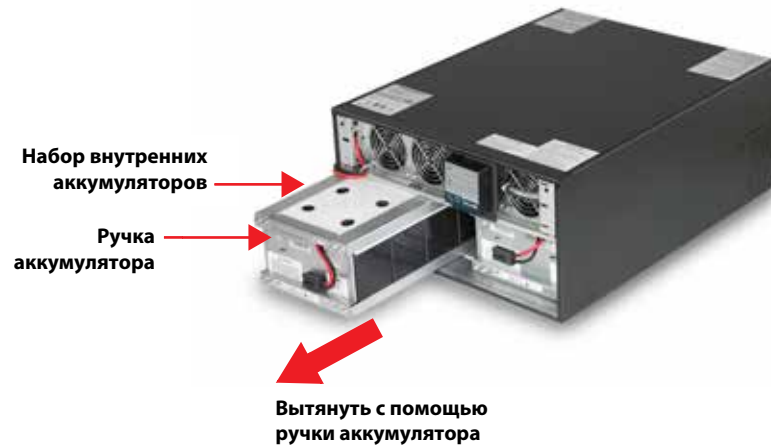

Рис. 27: Порядок извлечения аккумуляторных блоков
5. Возьмитесь за ручку аккумулятора и вытащите внутренний аккумуляторный блок аккумулятора из корпуса ИБП, как показано на рис. 27. Выполните это действие для другого аккумуляторного блока, если они заменяются совместно. В каждой модели предусматривается два аккумуляторных блока.